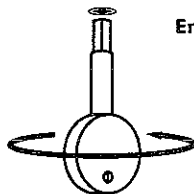

Figure 6
2. Faites tourner la clé **DANS LE SENS DES AIGUILLES D'UNE MONTRE** jusqu'à ce que la porte s'ouvre (Figure 6). **AVERTISSEMENT** : Si vous ne faites pas tourner la clé dans le bon sens, vous risquez de la briser et d'endommager éventuellement la boîte z